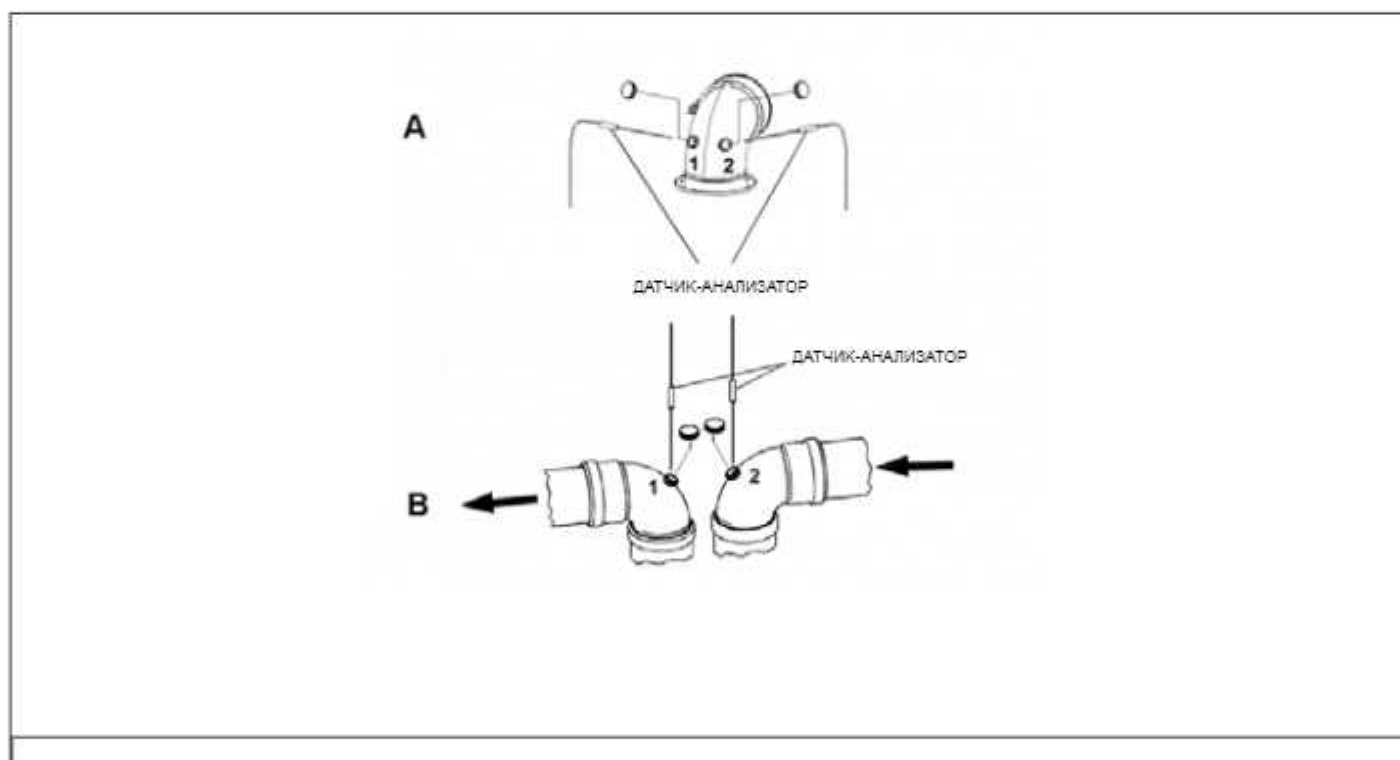

Рис. 16 Примеры мест для контроля дымовых газов
- измерить температуру воздуха для горения через отверстие 1 (см. см. (A) Рис. 16 Примеры мест для контроля дымовых газов для котлов с герметичной камерой сгорания, укомплектованных трубами со специальными отверстиями).
- измерить температуру дымовых газов и содержание CO₂ через отверстие 2 (см. см. (A) Рис. 16 Примеры мест для контроля дымовых газов для котлов с герметичной камерой сгорания, укомплектованных трубами со специальными отверстиями).
- измерить температуру воздуха для горения через отверстие 2 (см. см. (B) Рис. 16 Примеры мест для контроля дымовых газов для котлов с герметичной камерой сгорания, укомплектованных трубами со специальными отверстиями).
- измерить температуру дымовых газов и содержание CO₂ через отверстие 1 (см. см. (B) Рис. 16 Примеры мест для контроля дымовых газов для котлов с герметичной камерой сгорания, укомплектованных трубами со специальными отверстиями).